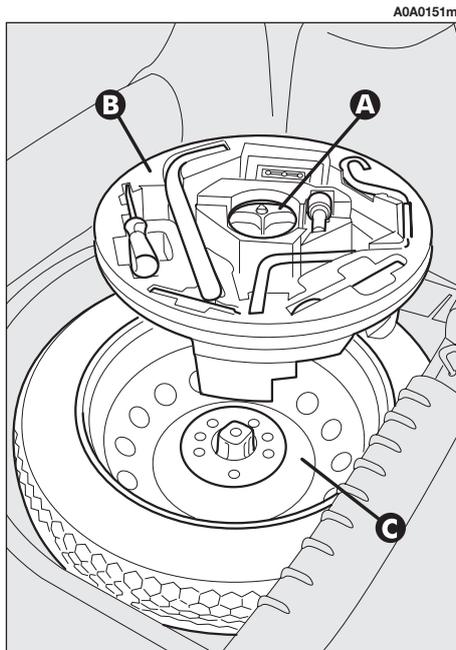

fig. 3
- Mediante la maniglia (A) rimuovere il preformato di rivestimento rigido (B).
- Svitare il dispositivo di bloccaggio (A-fig. 3).
- Prelevare il contenitore attrezzi (B) e portarlo vicino alla ruota da sostituire.
- Prelevare il ruotino di scorta (C).
– sistemare il contenitore completo di attrezzi sul ruotino e fissare il tutto con il dispositivo di bloccaggio (**A-fig. 3**)